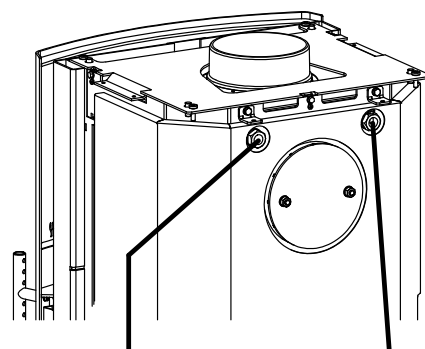

Fig. 3 Fühlertasche für TAS Fühlertasche für Temperaturfühler „Temperatur-Differenz-Controller“
- Den Temperaturfühler vom „Temperatur-Differenz-Controller“ in die rechte Fühlertasche des Kaminofens einschieben und mit der Gewindeschraube sichern (Fig. 3).